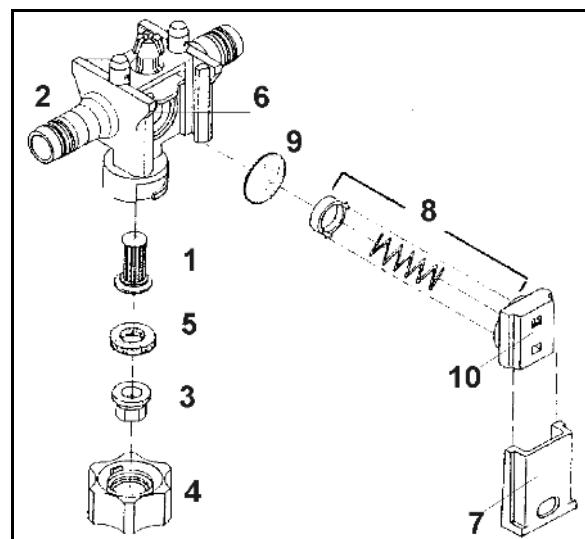

Рис. 200
2. Выкрутите винты (Рис. 200/1).
3. Снимите крышку клапана (Рис. 200/2).
4. Выньте клапанные группы (Рис. 200/3).
5. Извлеките уплотнительное кольцо клапана (Рис. 200/4) и кольцо круглого сечения (Рис. 200/5).